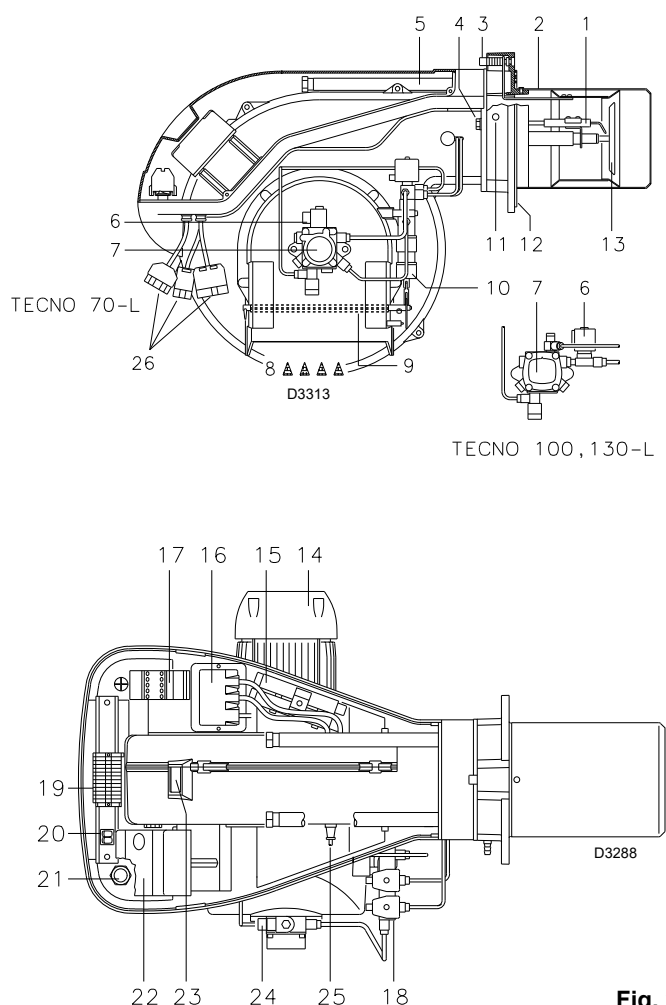

Fig. 2
- 2 - Prolunghe 15) (Fig. 2) per guide 5) (Fig. 2)
3.3 Descrizione bruciatore (Fig. 2)
Blocco apparecchiatura: l'accensione del pulsante (led rosso) dell'apparecchiatura 22)(Fig. 2) avverte che il bruciatore è in blocco. Per sbloccare premere il pulsante per un tempo compreso tra 1 e 3 secondi
Blocco motore: per sbloccare premere il pulsante del relè termico 17)(Fig. 2).